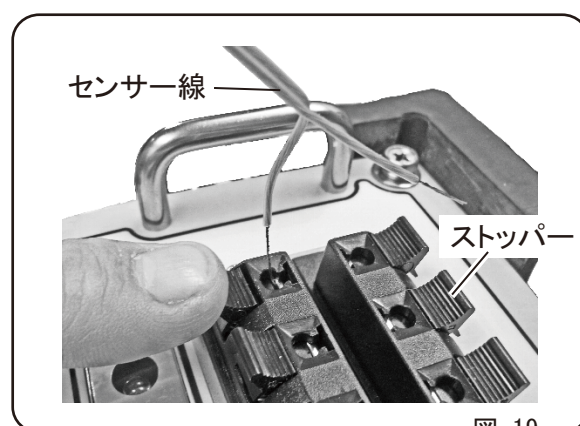

図 19
- 2 上下一対でひとつの入力チャンネルです。センサー線に極性はありませんので、どちらにでも接続できます。ストッパーを押してセンサー線を差し込みます。(図19)